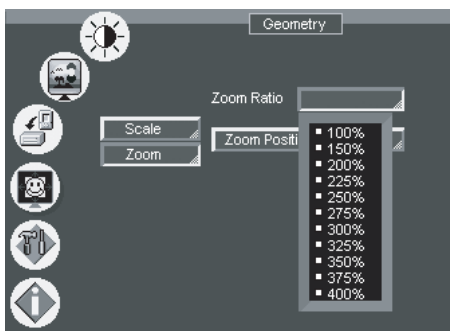

Рис. 20. Экран меню установки увеличения
- Через экранное меню, как показано на рис. 20.